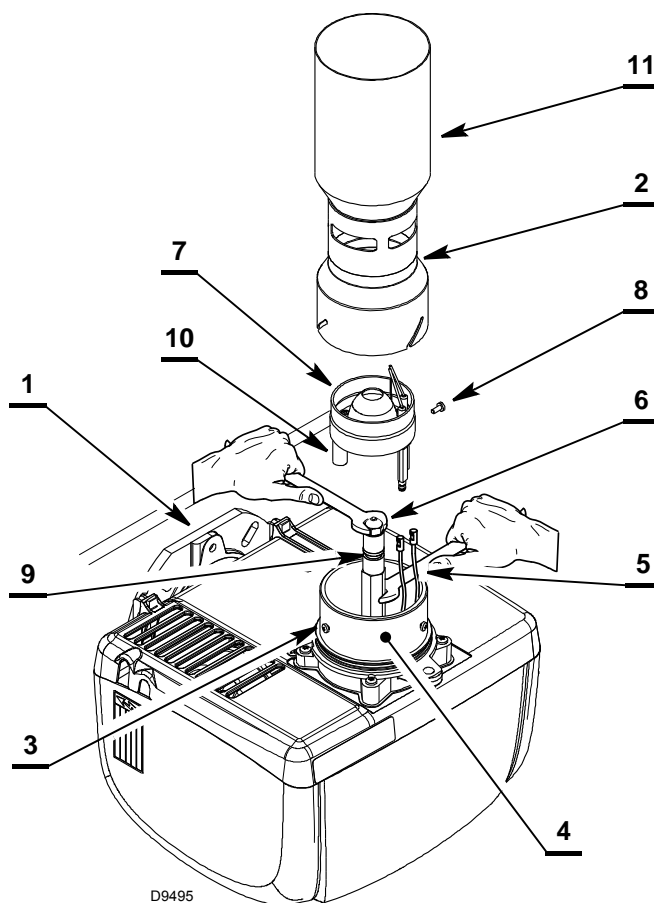
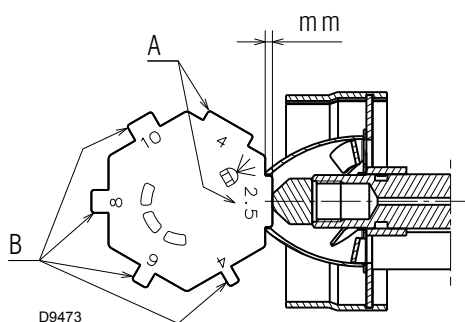

Fig. 24
Fig. 26
- Enganchar el quemador a la brida 1) (Fig. 24).
- enganchar el quemador a la brida 1) (Fig. 24) y aflojar los tornillos 3);
SUJETAR EL PORTABOQUILLA CON UNA LLAVE (Fig. 24).
- Controlar, utilizando el patrón suministrado 2) (Fig. 26), que el grupo cabezal 1) esté posicionado correctamente, siguiendo las indicaciones presentes en la Tab. B.
- Montar el tubo llama 2) (Fig. 24) y fijarlo con los tornillos 3) con un par no superior a 0,8 Nm, prestando atención en regular la apertura de las ranuras como se indica en la Tab. A pág. 16 (usar patrón suministrado) (Fig. 26).